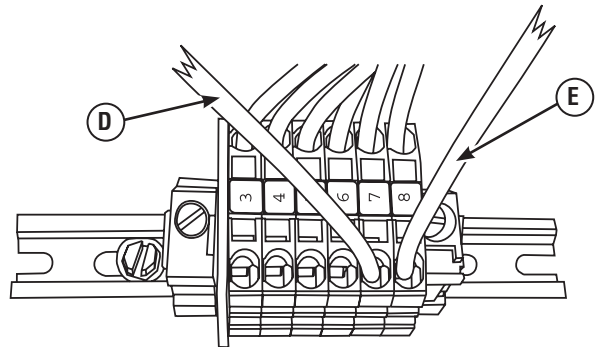

Figura 11 - Conexiones del bloque de terminales Eaton 7 y 8
3. Conecte el extremo de cable pelado del conjunto de cable D (207022DGS) a la posición 7 del bloque de terminales del conector (Figura 11, D) y el otro extremo al adaptador instalado en el terminal del conector N1.
4. Conecte el extremo de cable pelado del conjunto de cable D (207022EGS) a la posición 8 del bloque de terminales del conector (Figura 11, E) y el otro extremo al portafusibles (FH1).